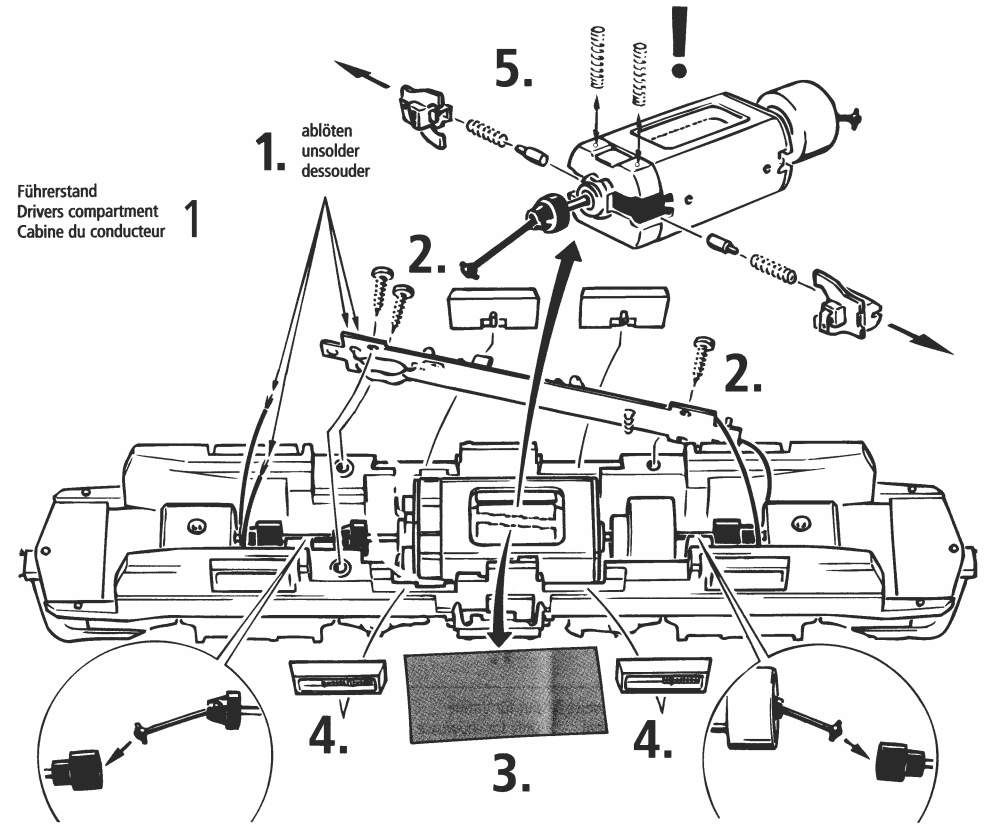

Fig. 11
Ausführung für Wechselstrom: siehe Fig. 11
Version en courant alternatif: voir fig. 11
A.C. operation: see fig. 11